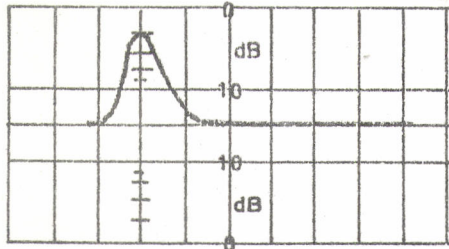

Fig. 6
Die Eichung der Y-Empfindlichkeit erfolgt nach 3.2.3. Für die Fehlergrößenbestimmung ist die Leuchtlinie nach der Mittellinie der Skalenscheibe auszurichten und die zu messende Reflexion mit der geeichten Verstärkungswahl (12) auf eine Größe zwischen Mittellinie und 0-Linie der Skalenscheibe einzustellen. Die Fehlergröße ist gegeben durch die Summe der Ablesewerte an der geeichten Verstärkungswahl und der Skalenscheibe (siehe Fig. 6).